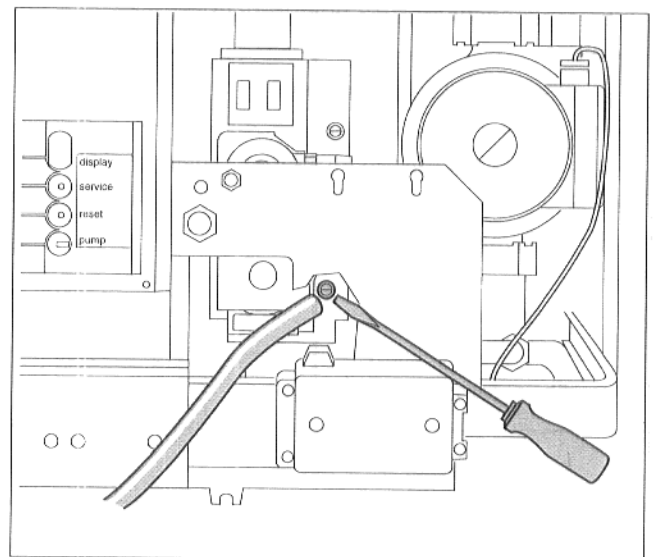

Abb. 15 Gaszuleitung entlüften
- Verschußschraube des Prüfrippels für Anschlußdruck und Entlüftung etwas herausdrehen und Schlauch aufstecken (Abb. 15). Das ausströmende Gas über den Schlauch ins Freie führen. Entweicht keine Luft mehr, Schlauch abziehen und Verschußschraube wieder schließen.